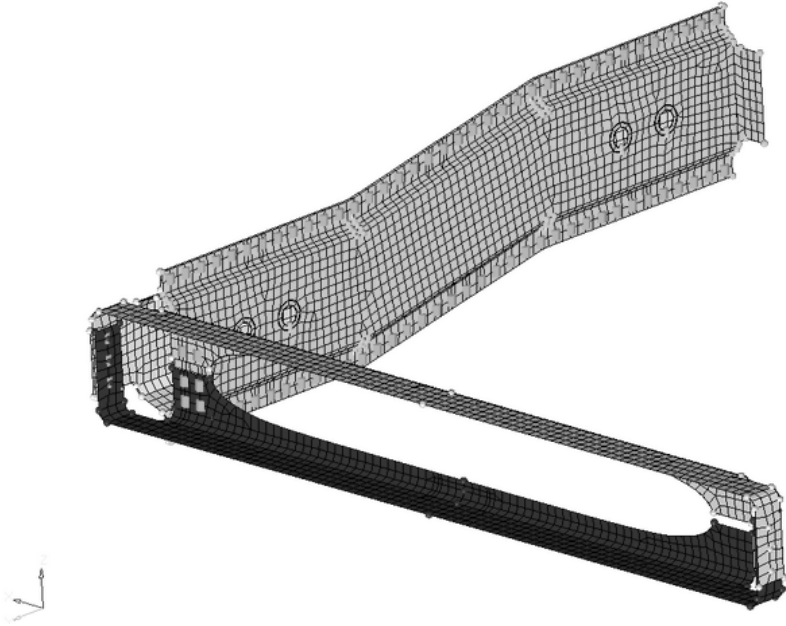

图 6-47 焊接的右轨道和前支架
- (1) 在 `Model Browser` 中，将 `CE_Locations` 设置为当前 component。
- (2) 进入 `Connector Browser`，在 connector 窗口单击鼠标右键选择 `Create > Spot`。
- (3) 进入 `realize` 子面板。
- (4) 选择 `connectors > displayed`。
- (5) 在 type= 中选择 weld。
- (6) 在 tolerance = 中设定值为 7。
- (7) 将 mesh independent 切换设定为 mesh dependent。
- (8) 单击 realize 将所选 connector 实现为焊接单元。
- (9) 单击 return 按钮回到主面板，结果如图 6-47 所示。